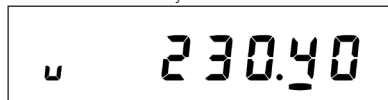

Рисунок 5.19
5.2.6.5 Окно «Действующее напряжение» (рисунок 5.19)